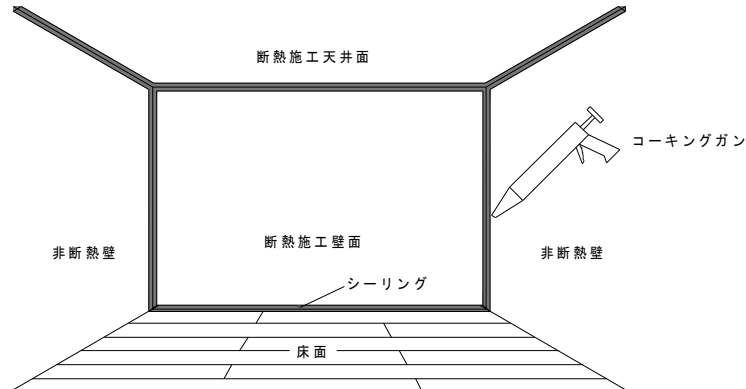

図2 施工下地面への気密・防湿処理
(6) 既存壁、天井、床との取り合い部分へのシーリング処理
- ・施工する壁面と繋がる壁、天井、床と取り合い部分に、シーリング材を塗布し防湿処理をしてください。(図2参照)